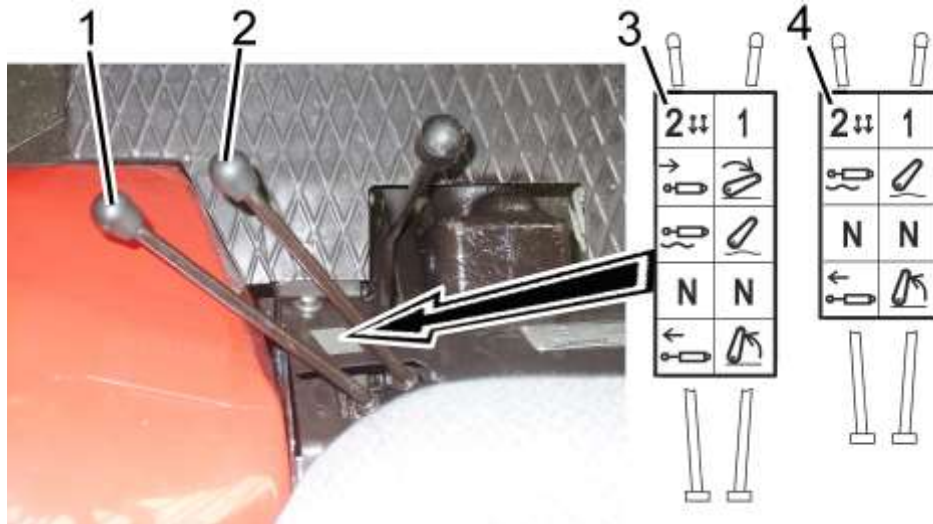

Рисунок 2.14.1 – Управление выносным гидроцилиндром и ЗНУ
Каждая из двух рукояток 1, 2 (рисунок 2.14.1) распределителя Р16.33 имеет четыре положения:
Каждая из двух рукояток 1, 2 (рисунок 2.14.1) распределителя Р16.11 имеет три положения:
- поднимите орудие в крайнее верхнее положение, установив рукоятку 2 (рисунок 2.14.1) распределителя ГНС в положение "подъем";
- приподнимите орудие рукояткой 2 (рисунок 2.14.1);